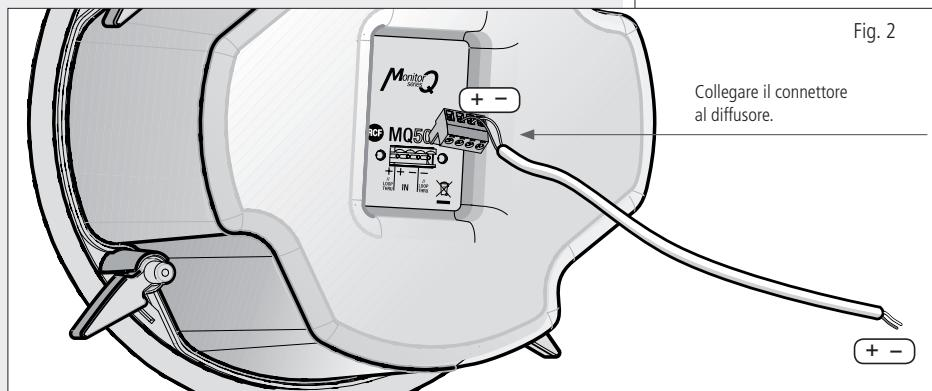

Fig. 2
2. Collegare il morsetto corrispondente al (-) al conduttore "negativo" (-) della linea audio, che fa capo al morsetto dell'amplificatore contrassegnato con "0" o "COM" (fig.2).